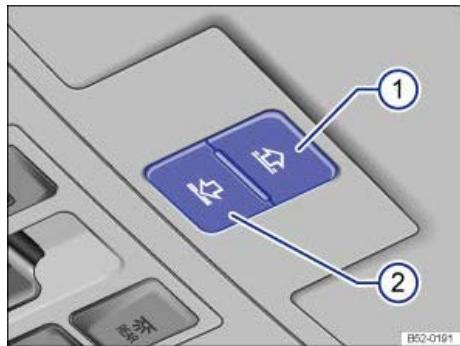

Abb. 55 Im Dachhimmel: Tasten für Sonnenschutzrollo.
Die Tasten Abb. 55\(1\)\(2\) sind 2-stufig. In der 1. Stufe kann das Sonnenschutzrollo ganz oder teilweise geöffnet oder geschlossen werden.
Funktion	Handlung \Rightarrow Abb. 55
- **Sonnenschutzrollo:** Innerhalb von etwa 5 Sekunden nach dem Auslösen der Kraftbegrenzung die Taste \Rightarrow Abb. 55 (2) so lange drücken, bis das Sonnenschutzrollo vollständig geschlossen ist.